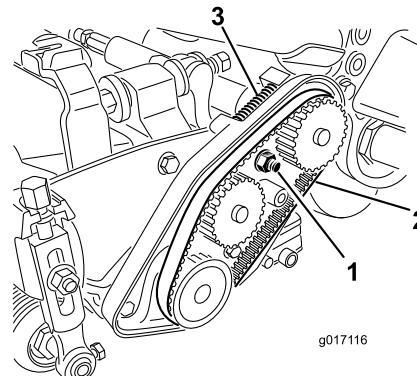

Bild 45
- A. Lösen Sie die Befestigungsmutter des Lagergehäuses (**Bild 45**).
- C. Entfernen Sie Rückstände aus der Riemenkammer und vom Bereich um die Druckfeder (**Bild 45**).